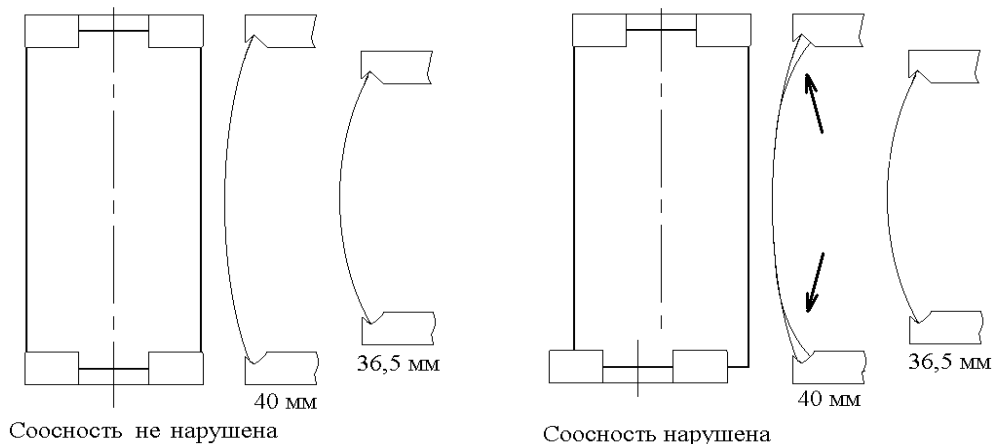

Рисунок 22 – Проверка соосности захватов
- проверить соосность захватов и их параллельность (см. рисунок 22, 23).
Приподнимая нижний захват пальцем на расстояние от 3 до 4,5мм, найдите такую точку обзора, при которой изогнутая пластина выглядит сбоку как тонкая линия. Расстояние от точки обзора до пластины должно быть не менее 50см. Отпустите захват – при этом он возвратится в положение 40 мм. Если при этом изогнутая пластина выглядит сбоку также как тонкая линия – то захват настроен корректно. Если при этом заметно **«утолщение»** сверху или снизу, превышающее две толщины пластины (эффект **«пропеллера»**) – то настройка захватов нарушена (см. рисунок 22).